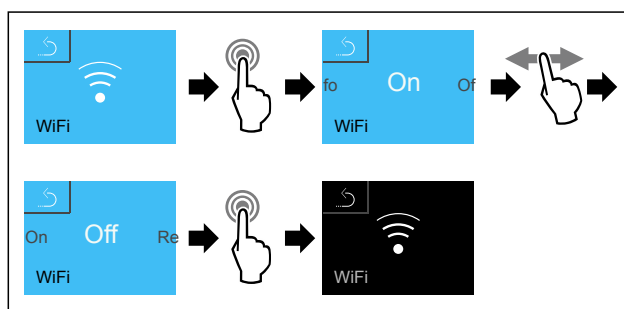

Fig. 97
- ▶ Proved'te kroky postupu (viz Fig. 97) .